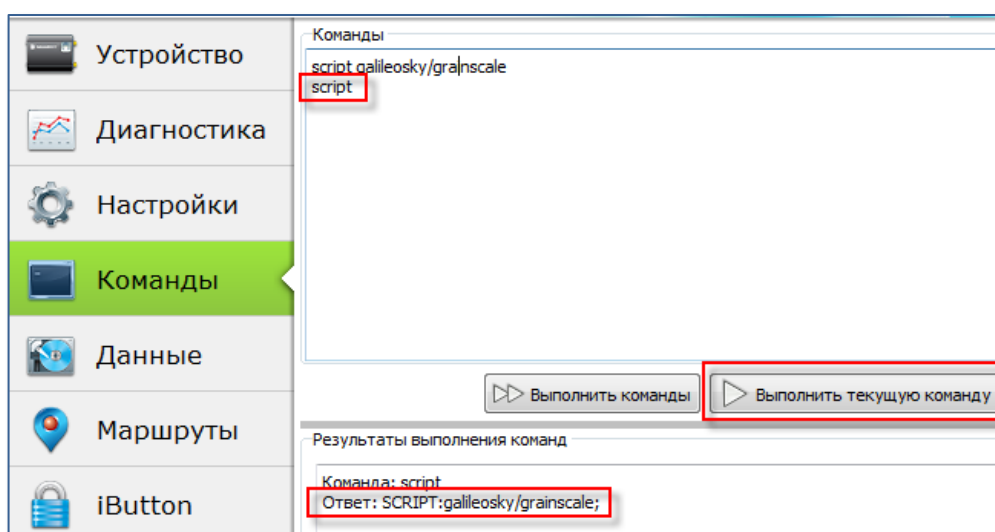

Рисунок 11. Проверка загрузки алгоритма
9. дождитесь подтверждения выполнения команды терминалом, для этого через несколько минут после отправки предыдущей команды выполните команду «script» и убедитесь, что в ответе содержится информация об установленном алгоритме (Рис. 11);